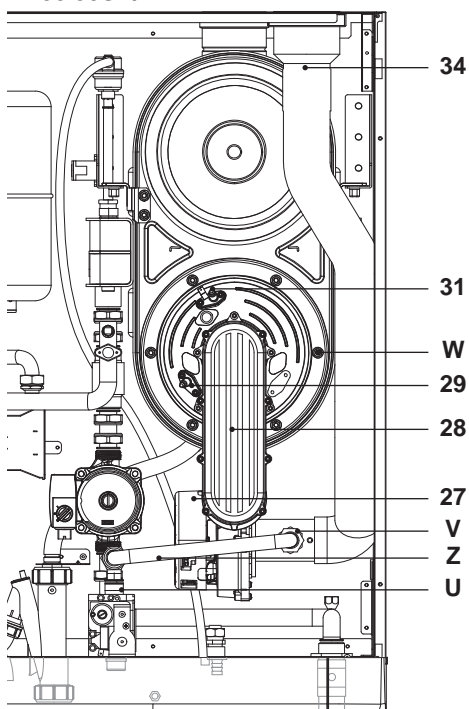
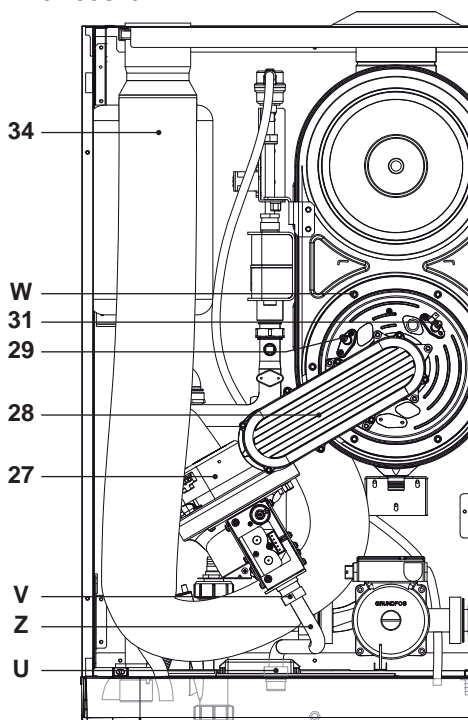

Figura 9.6
Figura 9.7
Rimozione del gruppo bruciatore ventilatore 28 in Figura 9.6 e Figura 9.7.
- Scollegare i cablaggi degli elettrodi di accensione 31 e quello di rivelazione 29 in Figura 9.6 e Figura 9.7.
- Svitare i girelli del gas (U) e (V) e rimuovere il tubo del gas (Z), Figura 9.6 e Figura 9.7.
- Liberare il ventilatore 27 dalle connessioni elettriche e dal tubetto in silicone, Figura 9.6 e Figura 9.7.
- Scollegare il tubo aspirazione aria 34 dal ventilatore, Figura 9.6 e Figura 9.7.
- Rimuovere i dadi (W) ed estrarre il gruppo bruciatore ventilatore 28 in Figura 9.6 e Figura 9.7.
L'elettrodo di rivelazione 29 in Figura 9.6 e Figura 9.7 funge anche da sensore per il corretto scarico della condensa. Se tale elettrodo viene a contatto con acqua di condensa presente all'interno della camera di combustione manda in blocco di sicurezza la caldaia.